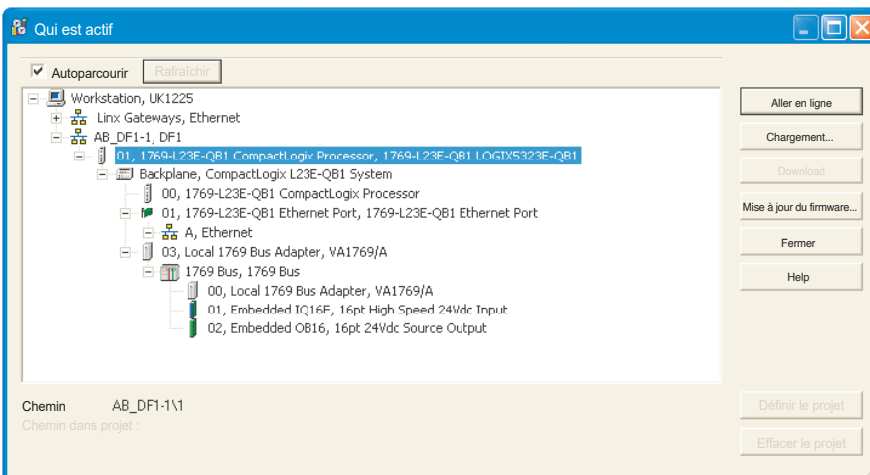

Figure 4.3.21f Fenêtre « Qui est actif »
1. Sélectionnez l'appareil correspondant (figure 4.3.21f) et cliquez sur « Mettre à jour firmware ». Dans la fenêtre « Sélectionner révision du firmware », sélectionnez la dernière version. Cliquez sur « Actualiser ».